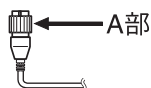

図4
- ・ 本体への接続の場合は、確実に挿入してA部を右に回してロックしてください。（図4）